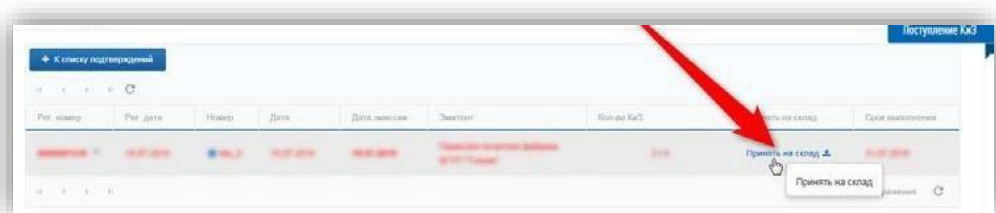

Рисунок 90 – Принять КиЗ на склад
– Перейдите в раздел меню «Поступление КиЗ», и в строке с новыми КиЗ подтвердите их получение («Принять на склад») (рис. 90).